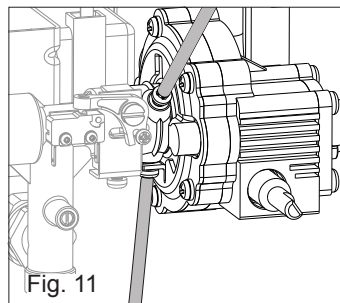

Fig. 11
- Desserrer les écrous indiqués à la figure 11